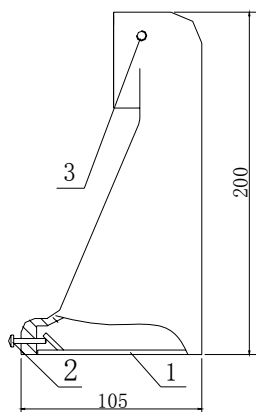
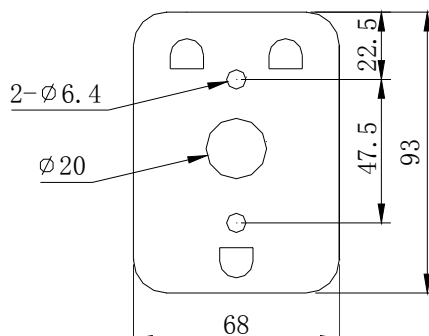

图 14
图 15
确认安装位置, 然后将支架上 (见图 14) 螺钉 2(M4X16 盘头十字螺钉)松开取下安装板 1, 按其尺寸 (见图 15) 在墙壁上开孔, 并用膨胀螺栓 (用户自备) 将其固定。(注: 2- ϕ 6.4 孔为安装膨胀螺
将球机法兰处的线缆穿过支架孔内,用螺钉 3(M6X16 外六方螺钉)将支架紧固在球机上(见图 14)。
1.将图 14 标识为 2 的 2 个螺钉松开,取下标识为 1 的支架盖板(见图 14)。
3.将线缆整理好,再将支架挂在安装板上,用支架上的螺钉 2(见图 14)将支架与安装板安装牢固。